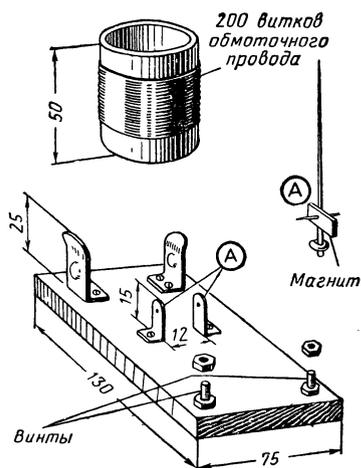

Рис. IV.39. Детали самодельного омметра.
**Изготовление.** Вырежьте из листового латуни полоски, которые используются в качестве подшипников для валика стрелки, и согните их так, как показано на рис. IV.39. Пробейте по отверстию посередине каждой полоски-подшипника вблизи нижнего конца. Прикрепите подшипники на расстоянии 12 мм друг от друга винтами к деревянному основанию. Вырежьте из латуни стрелку такой формы, которая изображена на рисунке.